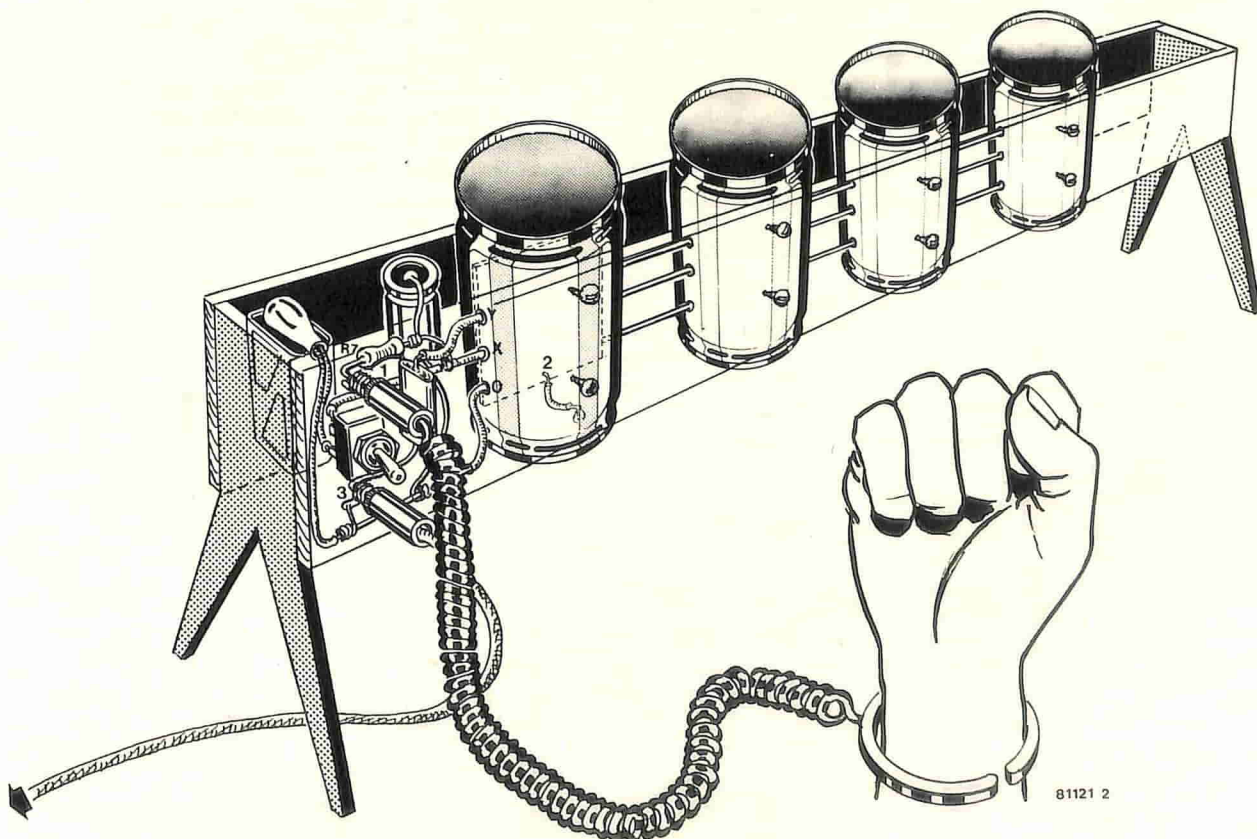

Figura 2. Prospetto del complesso montato e pronto all'uso.
Nella figura 2, si osserva una realizzazione pratica indicativa non vincolante, però razionale. Visto che la disposizione dei componenti su ciascuna basetta non è critica, il
a) Le unità, riviste e sicuramente funzionali, saranno montate nei barattoli per mezzo di squadrette metalliche, le quali oltre a servire da sostegno, porranno a massa sul barattolo il terminale (2). Il fondo del barattolo non deve essere assolutamente manomesso, in quanto, essendo liscio fungerà da "touch plate". Al contrario, la parte superiore sarà tolta con un apriscatole, e da questa parte si infilerà il complesso elettronico. Prima di inserire le basette nei barattoli, i punti terminali X, Y e MASSA dovranno essere muniti di conduttori per il raccordo generale; tali connessioni, spoggeranno o dalla parte ex-superiore di ogni barattolo (che sarà montato capovolto) o da dei fori praticati lateralmente (vedi l'articolo sull'apertura dei barattoli).
c) Tutti i barattoli "bongo" saranno ora montati su di un supporto in legno (vedi la figura 2 o in altro materiale isolante, tipo plastica, dato che non vi deve essere contatto reciproco. Sul pannello frontale, come si vede nella figura 2, saranno fissati: l'interruttore generale, la boccola dove va collegato lo spinotto del bracciale ed il jack di uscita complessivo, per tutti i "bongo".
Sempre come si vede nella figura 2, la pila e gli altri (pochi) componenti passivi di disaccoppiamento saranno montati nei pressi. Effettuate tutte le interconnessioni tra i barattoli, le boccole e l'alimentazione generale, il complesso potrà essere sottoposto a collaudo. Il risultato dovrebbe essere ottimo, se si sono seguite le nostre istruzioni a proposito del Cx e della regolazione del P1. L'uscita degli oscillatori, essendo di 0,5V da picco a picco, all'inizio dell'innesco, può essere portata all'ingresso "AUX" di un qualunque amplificatore HI-FI anche abbastanza "sordo".